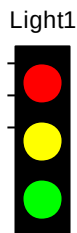

Рис. 5.60 – Светофор
5.7.7 Трехцветный индикатор (Animated traffic light) (рис. 5.60)